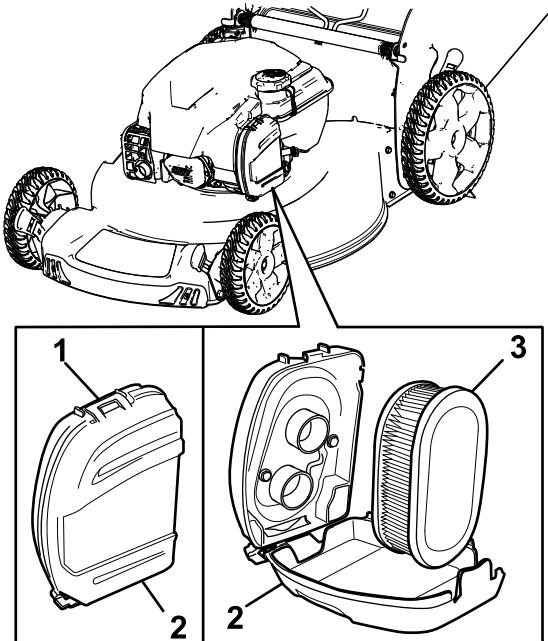

Figura 24
1. Desprindei partea superioară a capacului filtrului de aer (Figura 24).
2. Îndepărtați filtrul de aer (Figura 24).